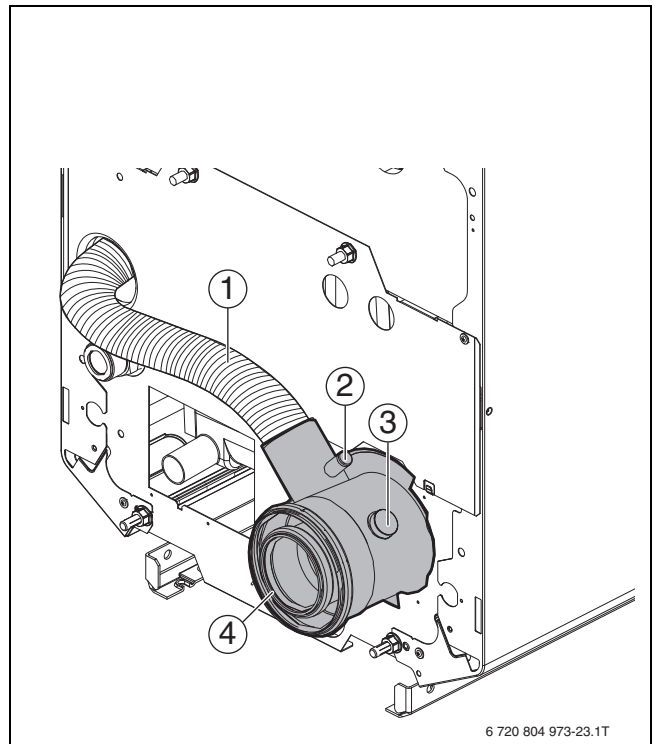

Bild 80 Luft-Abgas-Stutzen
Die Messungen erfolgen grundsätzlich im Luft-Abgas-Stutzen (→Bild 80, [3]).
- ▶ Messfühler durch die Messöffnung im Abgas-Anschlussstutzen bis in den Kernstrom (Mitte Abgasrohr) des Abgases eintauchen (höchste Abgastemperatur) (→ Bild 80, [3], Seite 46).